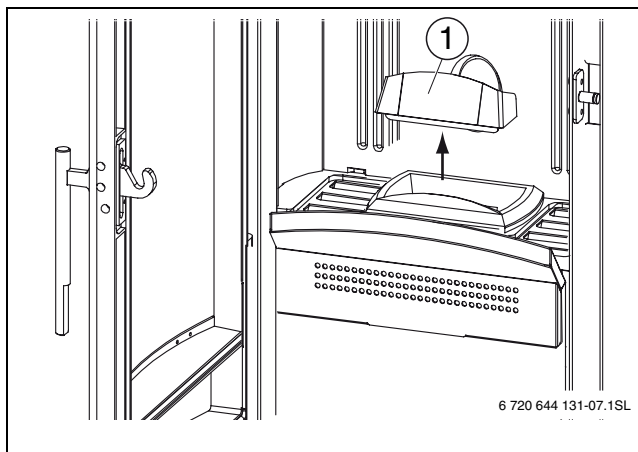

Bild 40 Flammenleitblech entnehmen
- Flammenleitblech (→ Bild 40) entnehmen.